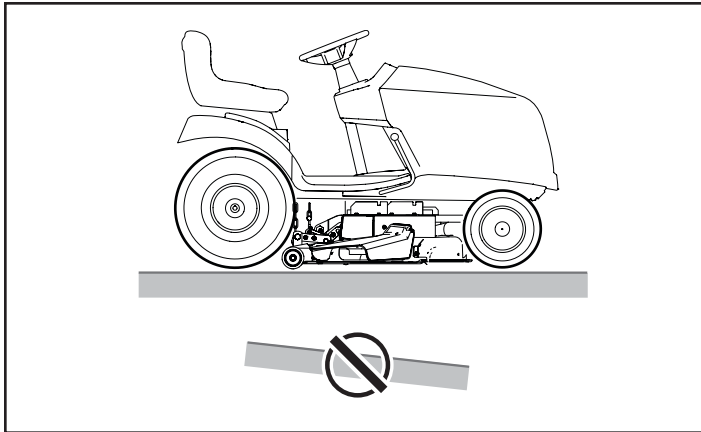

Figura 4
1. Coloque el tractor sobre una superficie lisa (véase Figura 4).